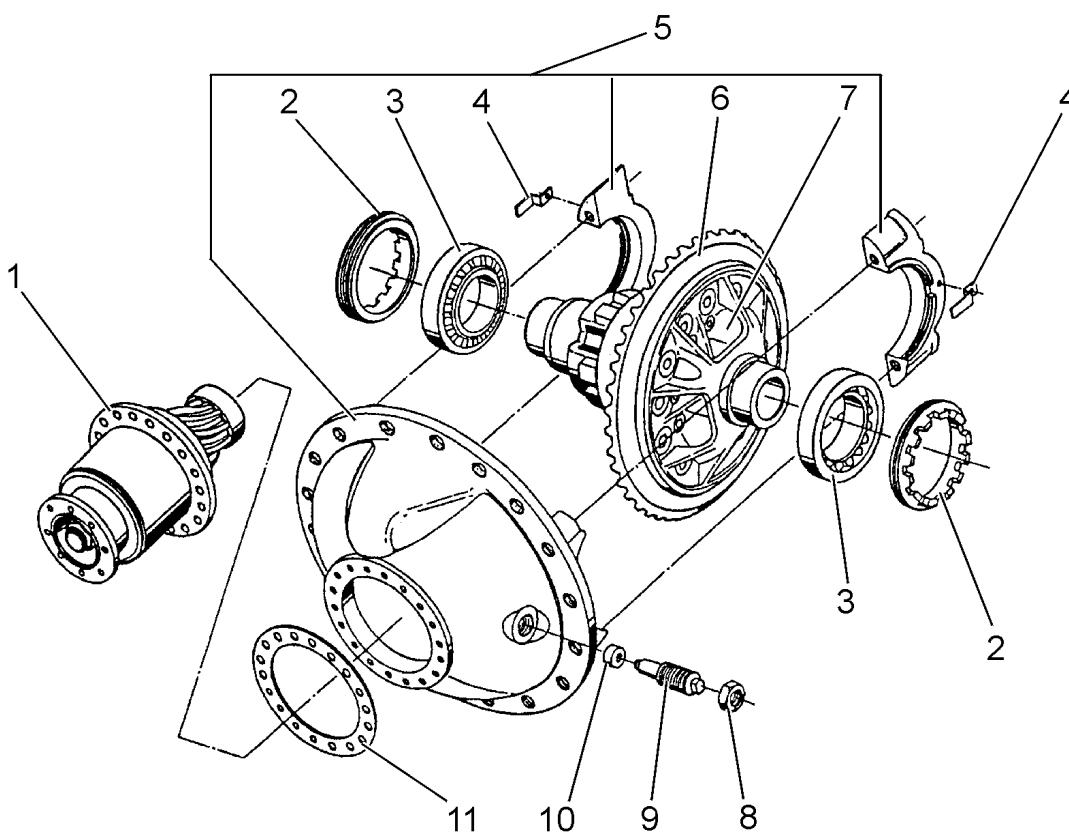

Рис. 7D.11. Главная передача (разборка)
ведомую (тарельчатую) шестерню (6). Ведомая шестерня болтами соединена с корпусом дифференциала. Вал ведущей шестерни (атакующий вал) установлен в корпусе на трех подшипниках. Для правильной работы вала ведущей шестерни очень важное значение имеет надлежащим образом подобранный зазор в конических подшипниках (9 и 12, Рис. 7D.13.), устанавливаемый регулировочными шайбами (8) и зазор в зацеплении зубьев ведущей (1, Рис. 7D.11.) и ведомой (6) шестерен, регулируемый гайками (2), а также пятно контакта в зацеплении зубьев шестерен главной передачи. Пятно контакта в зацеплении зубьев шестерен главной передачи регулируется регулировочными прокладками (11). Возникновению недопустимых деформаций ведомой шестерни главной передачи, возникающих под воздействием больших нагрузок в месте взаимодействия с ведомой шестерней, противодействует опорный болт (9) с контргайкой (8).
К главной передаче прикреплен дифференциальный механизм (дифференциал). Дифференциал разделяет привод на приводные полуоси и позволяет вращаться колесам с различными угловыми скоростями, когда колеса катятся по дугам с различными радиусами, например, при повороте машины во время движения. Ведомая шестерня главной передачи прикручена к корпусу дифференциала, который состоит из двух частей: правой (7, Рис. 7D.14.) с фланцем и левой (1) без фланца. Зазор в зацеплении зубьев сателлитов (6) и полуосевых шестерен (4) регулируется с помощью опорных шайб (5). В полуосевые шестерни (4) вставлены приводные полуоси: правая и левая.